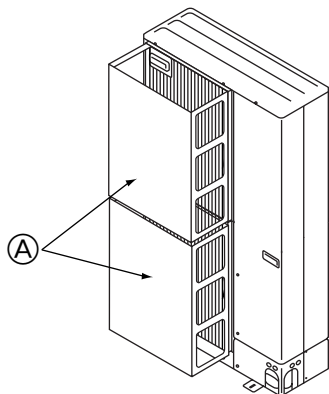

Fig. 3-3
- ② Monter en luftdeleplade (ekstraudstyr), hvis enheden installeres på et sted, hvor kraftig blæst fra stormvejr osv. kan komme direkte ind i luftudblæsningen. (Fig. 3-3)